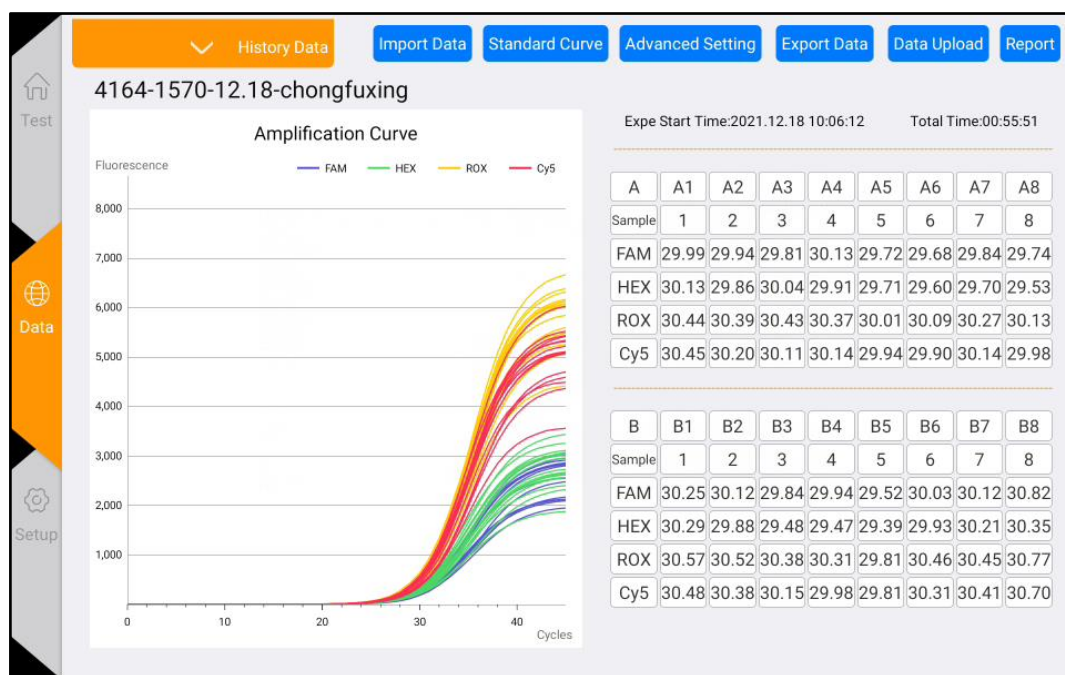

Figure 4-5-1 Interface d'analyse des résultats
- 1) Cliquez sur le bouton "Date" sur la page principale pour accéder à la page "Analyse des résultats", comme indiqué dans la Figure 4-5-1.